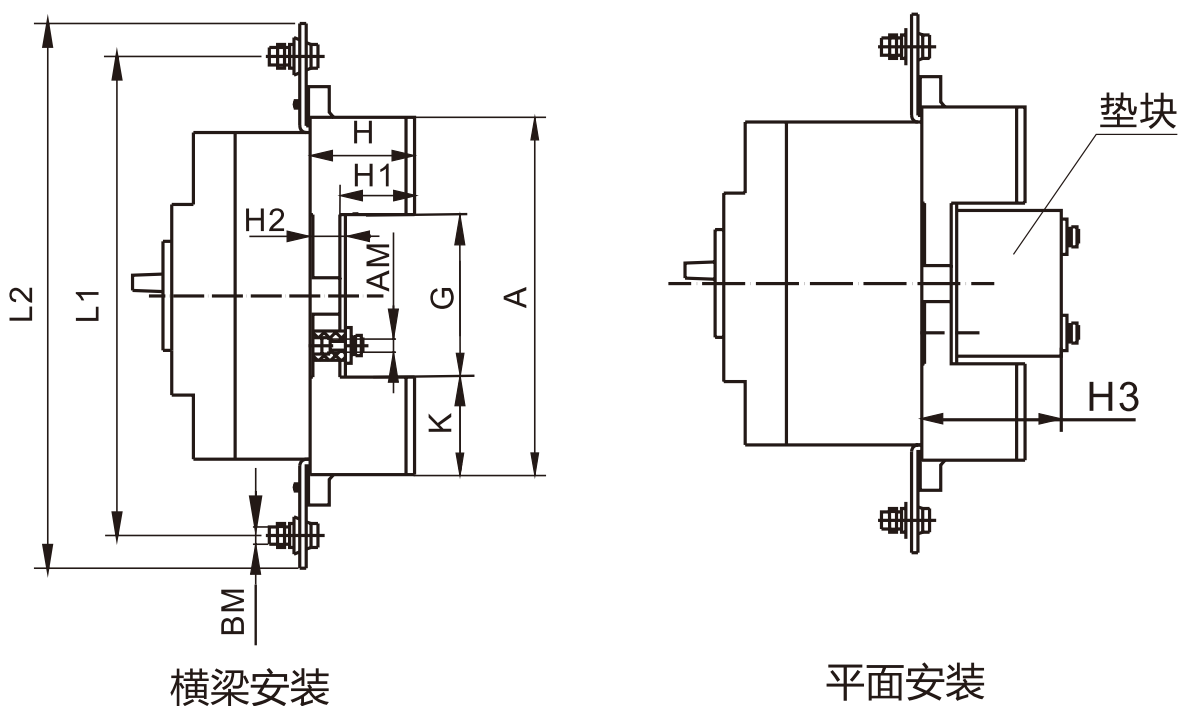

图7 插入式板前接线(单位:mm)
(1) 插入式板前接线外形尺寸见图7、表13 (X-X、Y-Y为断路器中心)